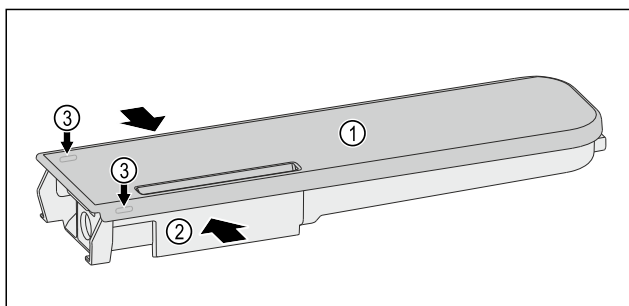

Fig. 141
- ▶ 挤压水容器 Fig. 141 (2)，然后小心地将盖子 Fig. 141 (1) 从锁定凸耳 Fig. 141 (3) 上撬起并向上拉。
- ▶ 略微来回移动盖子 Fig. 141 (1)，然后将其向上取下。